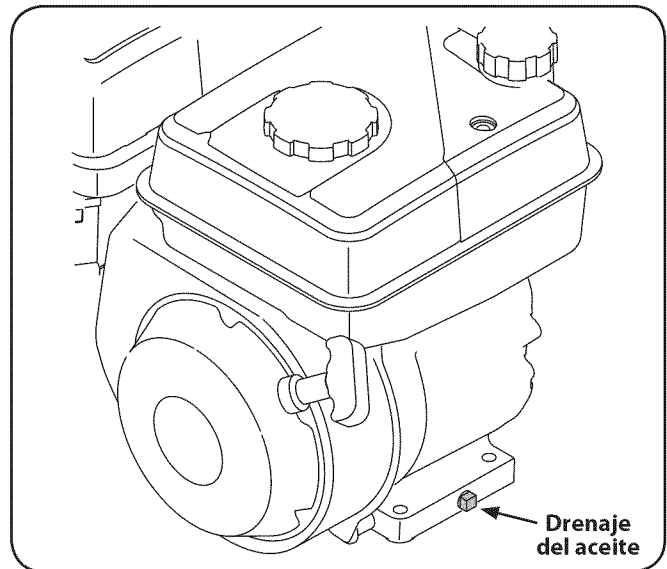

Fig. 6-3
6. Saque el tapón de drenaje del aceite. Vea la Fig. 6-3.